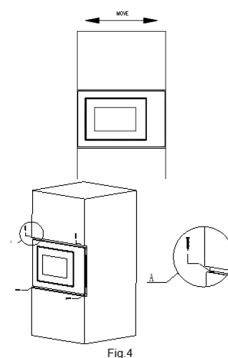

Fig 4
4. Use os parafusos da embalagem das peças para fixar o micro-ondas no armário. (Fig. 4)